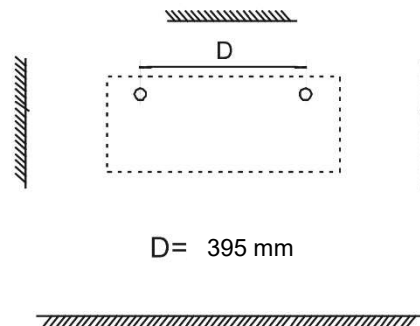

Figura 2
2. Fare due buchi adatti della dimensione del Fisher Ø 8 mm nel muro. (figura 2) – D= 395 mm